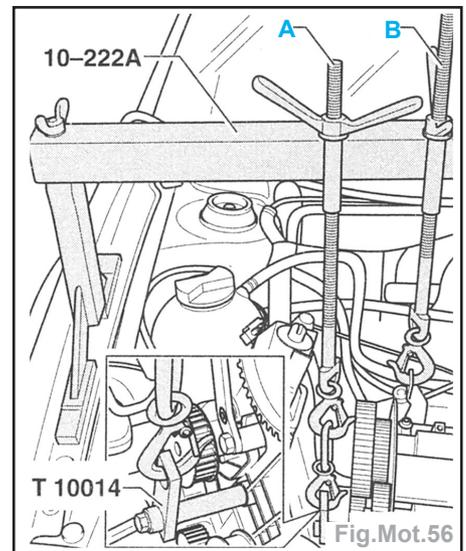

Fig.Mot.56
- Le moteur doit être soulevé légèrement à l'aide de la tige filetée (B) (Fig.Mot.56).